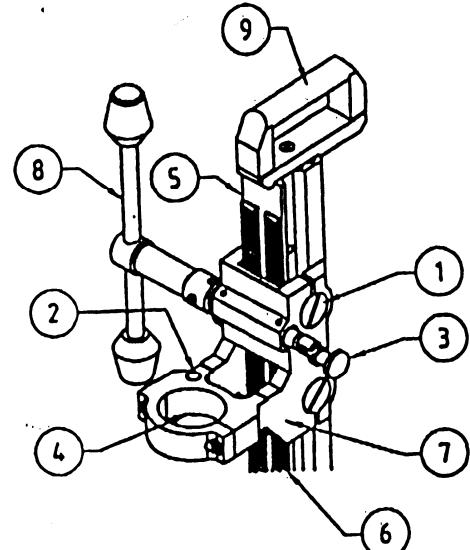

Рис. 3-2 Каретка / зубчатая передача
3.2.2 Картека/зубчатая передача (рисунок 3-2)